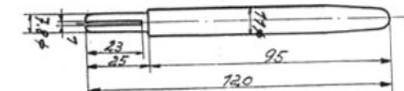

Bild 86. Maßskizze des Einführdornes für Kolbenbolzen bei RT-Modellen
19. Kolben auf Heizplatte, mittels Gasflamme oder Heizkappe anwärmen. Kolben aufsetzen und Kolbenbolzen eindrücken. Beachten, daß auf dem Kolbenboden eingeschlagener Pfeil nach vorn zeigt. Zum Einführen des Kolbenbolzens verwendet man vorteilhaft einen Dorn lt. Bild 86. Kolben-